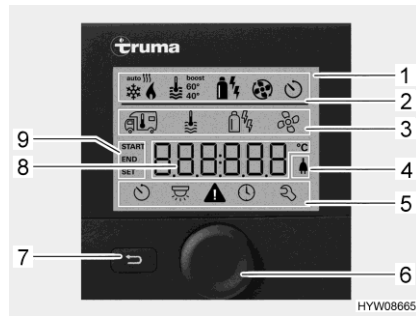
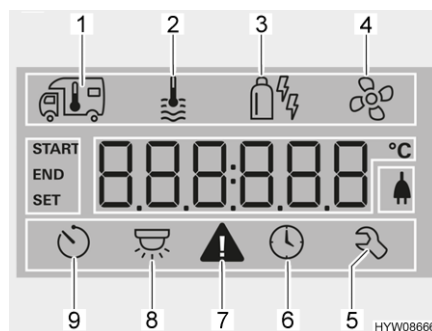

Fig. 106 Centralina di controllo con indicazioni
Fig. 107 Display (centralina di controllo)
- Riga di stato (Fig. 106,2)
- Riga di menu in alto (Fig. 106,3)
- Area di indicazione (Fig. 106,8)
- Riga di menu in basso (Fig. 106,5)
- Premere la manopola/il pulsante (Fig. 106,6) per circa 3 secondi. Vengono visualizzate entrambe le righe di menu (Fig. 106,3 e Fig. 106,5). Il primo simbolo lampeggia.
- Ruotare la manopola/il pulsante (Fig. 106,6), finché viene visualizzato il simbolo del menu desiderato.
- Premere la manopola/il pulsante per memorizzare il valore impostato. Se il valore impostato originariamente non deve essere modificato: Premere il tasto indietro (Fig. 106,7).
- Ruotare la manopola/il pulsante (Fig. 106,6), finché il simbolo del menu del riscaldamento (Fig. 107,1) lampeggia.
- Premere la manopola/il pulsante per memorizzare il valore impostato. Il simbolo nella riga di stato lampeggia (Fig. 106,2), finché viene raggiunta la temperatura impostata. Se il valore impostato originariamente non deve essere modificato: Premere il tasto indietro (Fig. 106,7).
- Ruotare la manopola/il pulsante (Fig. 106,6), finché il simbolo del menu relativo all'acqua calda (Fig. 107,2) lampeggia.
- Premere la manopola/il pulsante per memorizzare il valore impostato. Il simbolo nella riga di stato lampeggia (Fig. 106,2), finché viene raggiunta la temperatura dell'acqua impostata. Se il valore impostato originariamente non deve essere modificato: Premere il tasto indietro (Fig. 106,7).
- Ruotare la manopola/il pulsante (Fig. 106,6), finché il simbolo del menu relativo alla modalità di funzionamento (Fig. 107,3) lampeggia.
- Premere la manopola/il pulsante per memorizzare la modalità di funzionamento impostata. Se il valore impostato originariamente non deve essere modificato: Premere il tasto indietro (Fig. 106,7).
- Ruotare la manopola/il pulsante (Fig. 106,6), finché il simbolo del menu delle ventole (Fig. 107,4) lampeggia.
- Ruotare la manopola/il pulsante (Fig. 106,6), finché il simbolo del menu del timer (Fig. 107,9) lampeggia.
- Premere la manopola/il pulsante. Il timer è attivato. Il simbolo del timer (Fig. 107,9) lampeggia quando il timer è programmato e attivo.
In caso di avviso, il relativo simbolo lampeggia (Fig. 107,7). Il riscaldamento rimane in funzione. Se si tratta solo di un guasto temporaneo, il simbolo di avvertimento si spegne autonomamente.